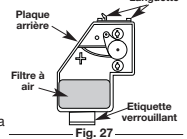

Fig. 27
- Remplacez le filtre (Fig. 27).
- Faites pivoter la couverture vers le bas jusqu'à ce que la languette sur la plaque arrière du filtre à air se verrouille en place dans la fente sur la couverture du filtre à air (Fig. 27).